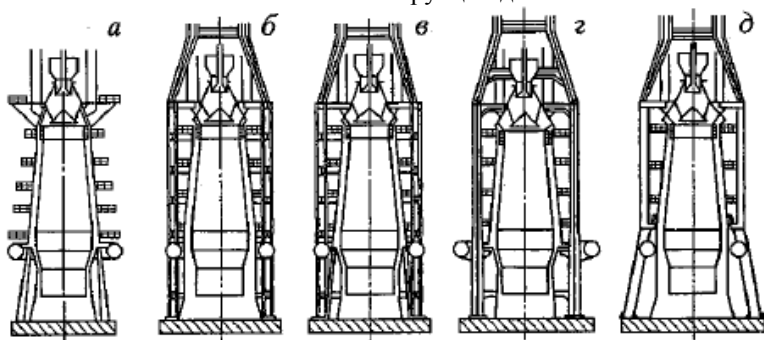

Рис. 1.- Различные типы металлоконструкций доменных печей
1. Шотландский (рис. 1, а), с опорой колошника через кожух и маратор на так называемые основные колонны печи. Число колонн обычно делают кратным числу фурм. Другое сочетание неудобно, так как затрудняет обслуживание фурм и создает неравномерное размещение их по окружности горна.
2. Немецкий (рис. 1,б), с опорой колошника на четыре самостоятельные колонны. Несмотря на улучшенное обслуживание горна, в этой конструкции не исключено наличие значительных напряжений, так как вес шахты передается полностью на заплечики и фурменную зону.
3. Комбинированный (рис. 1, в), в котором уменьшены указанные выше напряжения, но усложнено обслуживание горна. Схема обеспечивает достаточную прочность и работоспособность кожуха
4. Японский (рис. 1, г), с шестью колоннами, имеющими кронштейны (применяют на современных печах Японии). Колонны тяжелы из-за эксцентриситета нагрузок. Диаметр кольцевого воздухопровода, расположенного вне колонн, значительно больше, чем в других вариантах. Это увеличивает и утяжеляет детали фурменного устройства. Возможности организации напольного транспорта вокруг горна ограничены.
5. Американский (рис. 1, д), с четырьмя колоннами, разработанный в последние годы в США. В этом случае устраняются последствия вибрации, вызываемые загрузочными устройствами, и имеется широкий доступ для обслуживания леток и фурм горна.